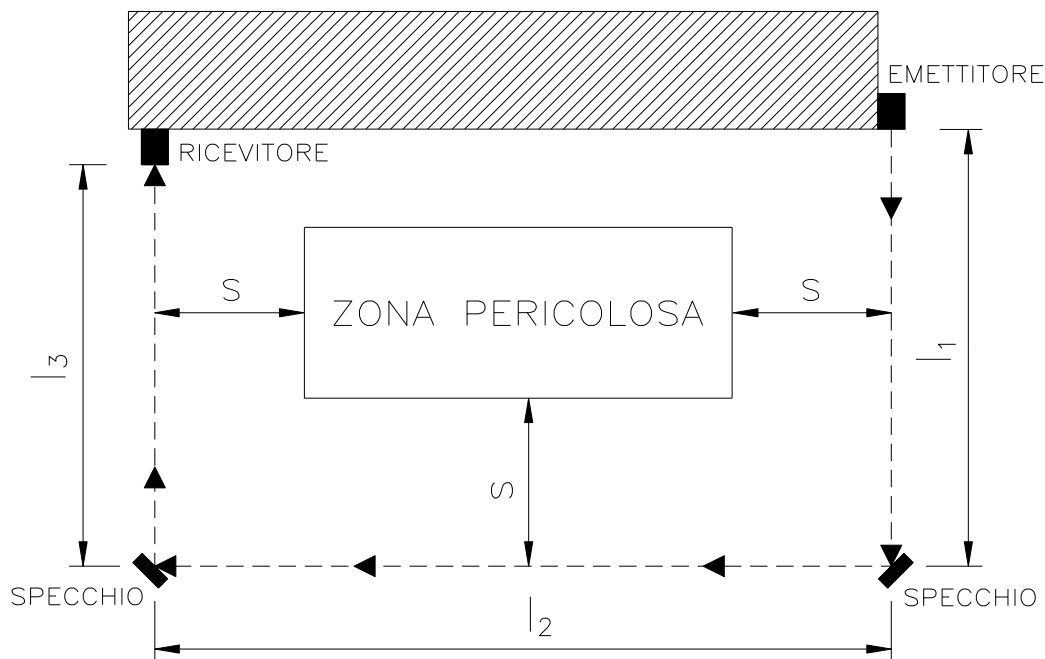

Figura 7 - Specchi deviatori
- Posizionare gli specchi in modo che la minima distanza di sicurezza S (Figura 7) sia rispettata su ognuno dei lati di accesso alla zona pericolosa.